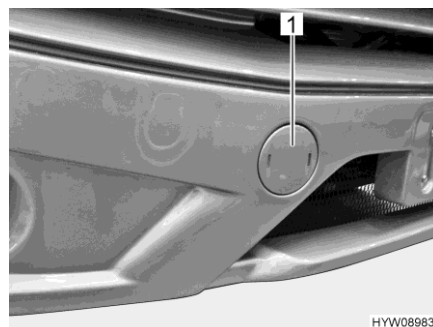

Bild 40 Lock (bogseröglans fäste)
- Lossa locket (Bild 40,1) med en skruvmejsel.